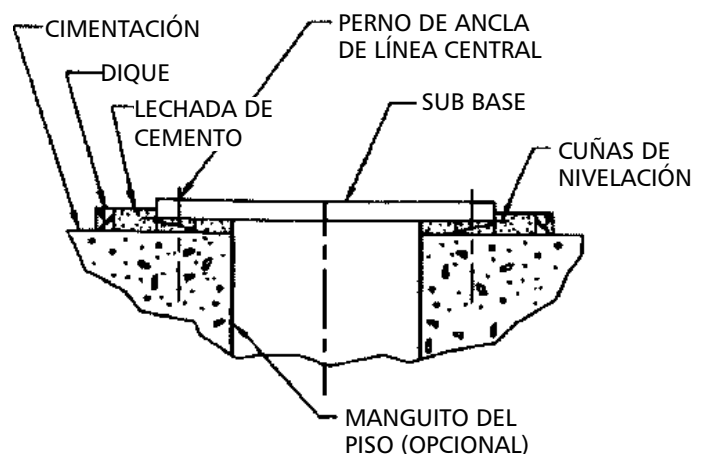

Figura 6
A. Usando cuñas de nivelación, esto se muestra en la Figura 6.
2. Construya un dique alrededor de la cimentación (Vea la Figura 6). Cimentaciones completamente húmedas. Consulte las instrucciones del fabricante del cemento.